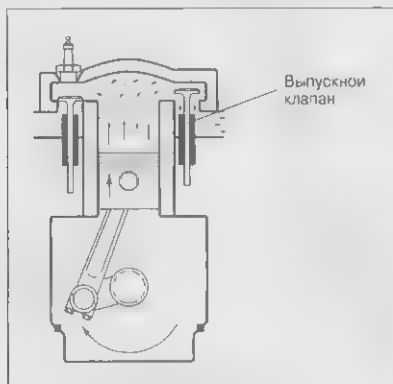

Рис. 6.17. Такт выпуска
4. **Такт выпуска.** Поршень снова *поднимается*, толкая отработанные газы вверх, затем открывается **выпускной клапан** и выпускает газы в **выпускной коллектор** (рис. 6.17). Отвод газов удаляется по **выхлопной системе** (в новых машинах она оснащена устройствами каталитической очистки) через **глушитель** и **выхлопную трубу** в окружающую среду.